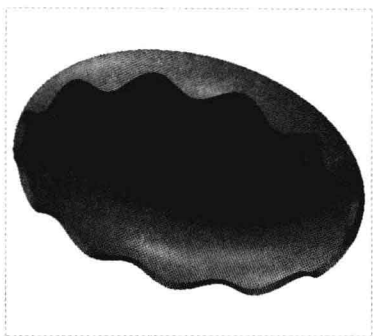

图 8-94 图形文件
Step 01 按【Ctrl+O】组合键, 打开图形文件, 如图 8-94 所示。